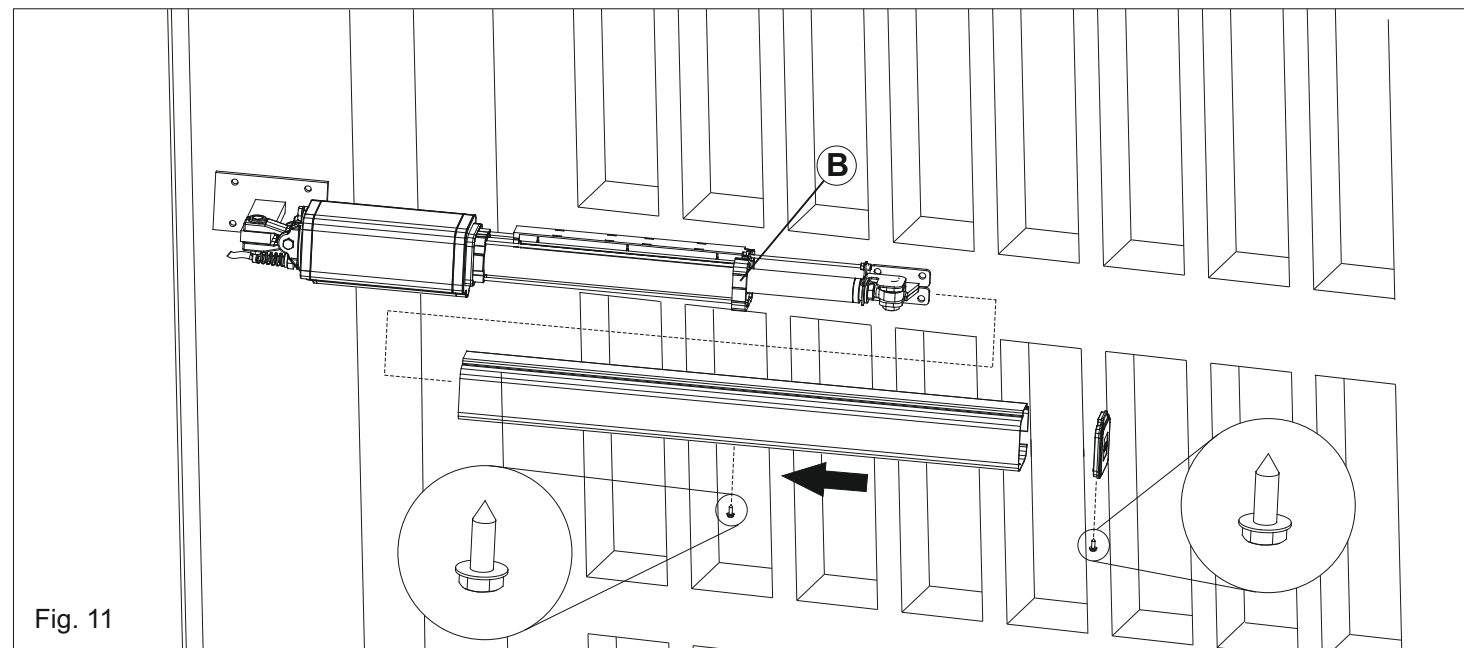

Fig. 11
Verificare di aver inserito la cornice in plastica antivibrazione (B) prima d'inserire l'estruso copristelo (Fig. 11).
Make sure to have inserted the antivibration plastic frame (B) before inserting the rod cover extrusion (Fig. 11).
S'assurer d'avoir inséré le cadre en plastique anti-vibration (B) avant d'insérer le couvre tige extrusé (Fig. 11).
Verificar de haber insertado el marco en plastica antivibracion (B) antes de insertar el estruso cubrevarilla (Fig. 11).